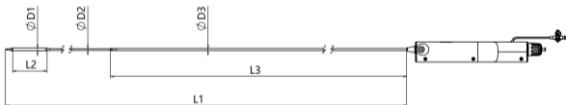

图2：输送系统结构示意图
输送系统主要由导管和手柄组成（图 2）。导管由内管部件、外管部件和稳定管部件组成。内管部件、外管部件和稳定管部件均与手柄相连，其中内管部件、稳定管部件与手柄连接后保持固定不动，外管部件与手柄连接后，在手柄的操作下可实现前进和后退，以完成瓣膜的安装、释放、回收、再释放。
- 应用部分：输送系统有效长度部分（图 2：L1部分）